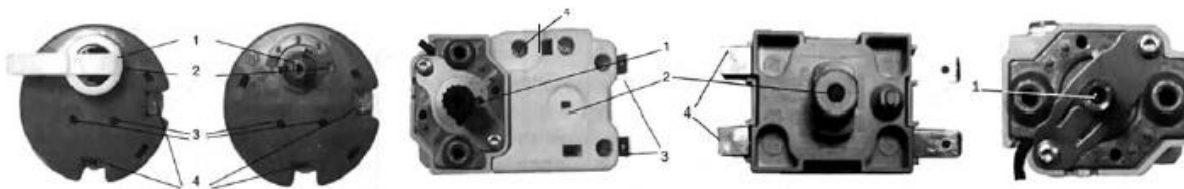

Рис. 3. Внешний вид терморегулятора
- нажать на кнопку тепловой защиты, которая расположена в корпусе терморегулятора (рис. 3, поз.2)
4. Регулировка температуры нагрева производится поворотом ручки регулировки на термостате (рис. 3б) под защитной крышкой против часовой стрелки.